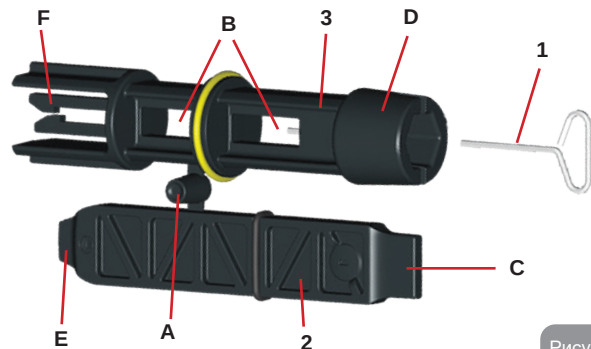

Рисунок 22
- 1 - металлический ключ с шестигранным сечением (Рис.22 – 1);
- 2 - пластиковый плоский ключ (Рис.22 – 2);
- 3 - пластиковый цилиндрический ключ (Рис.22 – 3);
Ключ “1” вставляется в конец “D” ключа “3”. При первом использовании нужно разделить 2 пластиковых ключа “2” и “3”, которые поставляются соединенными перемычкой (Рис.22 – A):